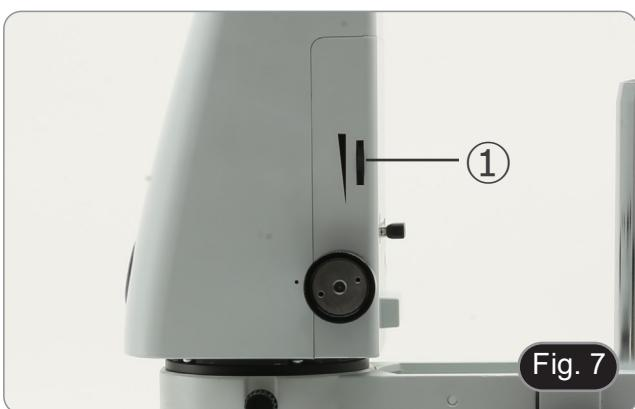

Fig. 7
1. Ruotare l'anello di regolazione della luce ① sul lato destro del corpo del microscopio. (Fig. 7)